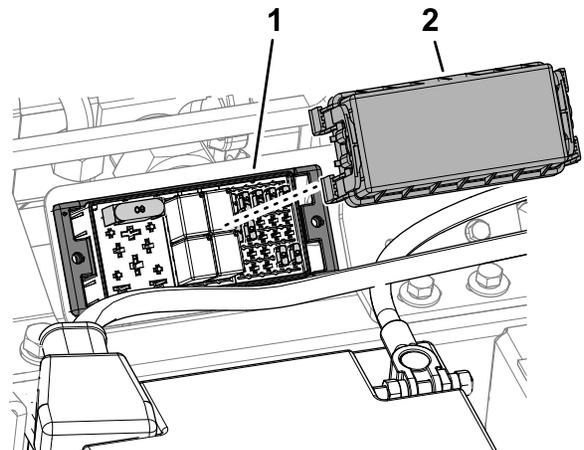

Figure 22
- Enlevez le couvercle du porte-fusibles (Figure 22).